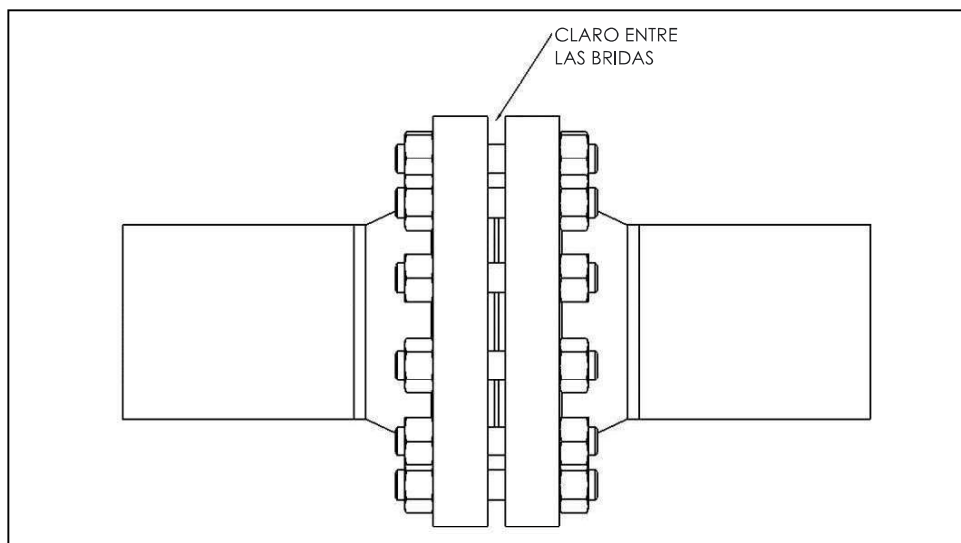

Figura 1
- ☐ El anillo reparador de bridas PLIDCO **NO funcionará** para bridas aislantes. El anillo reparador de bridas PLIDCO **solo funcionará** para bridas de cara plana con la adición de pernos por inyección. Póngase en contacto con PLIDCO para obtener información adicional sobre este producto. Asegúrese de que haya un claro entre las bridas de al menos 1/16 pulgadas (1.5 mm) (como se muestra en la Figura 1). Esto asegurará que el sellador inyectado pueda llegar a los espárragos. Comuníquese con PLIDCO para conocer las opciones si no hay ninguna separación.